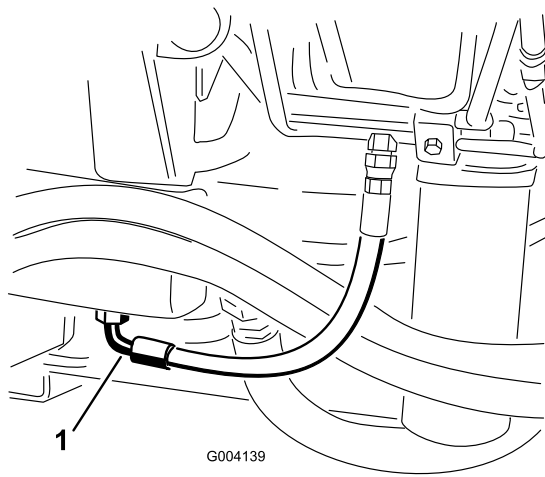

Bild 100
3. Stellen Sie eine große Auffangwanne unter das Anschlussstück, das unten am Hydraulikölbehälter befestigt ist (Bild 100).